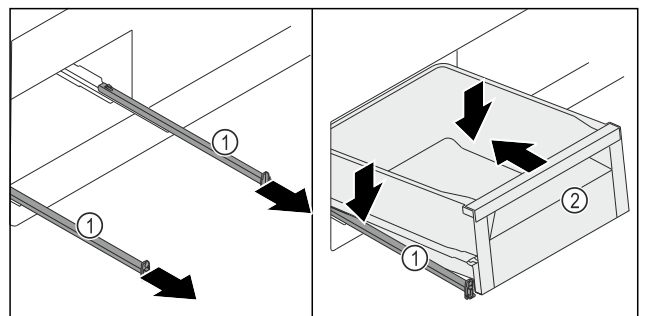

Fig. 124
- ▶ Schienen Fig. 124 (1) herausziehen.
- ▶ Schienen Fig. 124 (1) festhalten und Schubfach Fig. 124 (2) schräg von oben auf den Schienen Fig. 124 (1) aufsetzen.
- ▶ Schubfach Fig. 124 (2) auf den Schienen Fig. 124 (1) bis zum Anschlag nach hinten schieben.